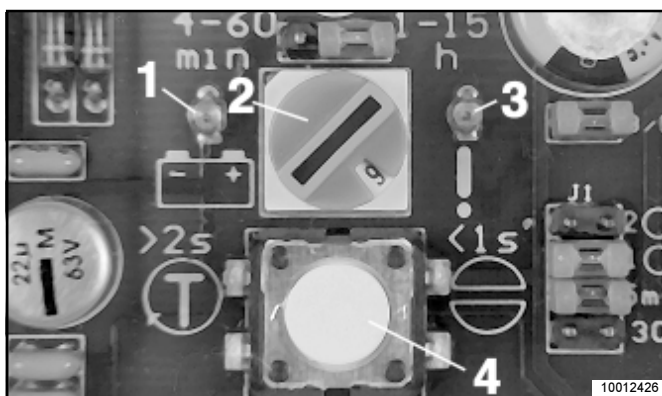

Fig. 14: - Les LED de la plaque de circuits imprimés
En appuyant sur le bouton-poussoir 4, (Fig. 14) on obtient les fonctions suivantes:
- On peut vérifier que la plaquette de circuits imprimés est sous tension au fait que la LED de gauche, rep.1 Fig. 14, est allumée.